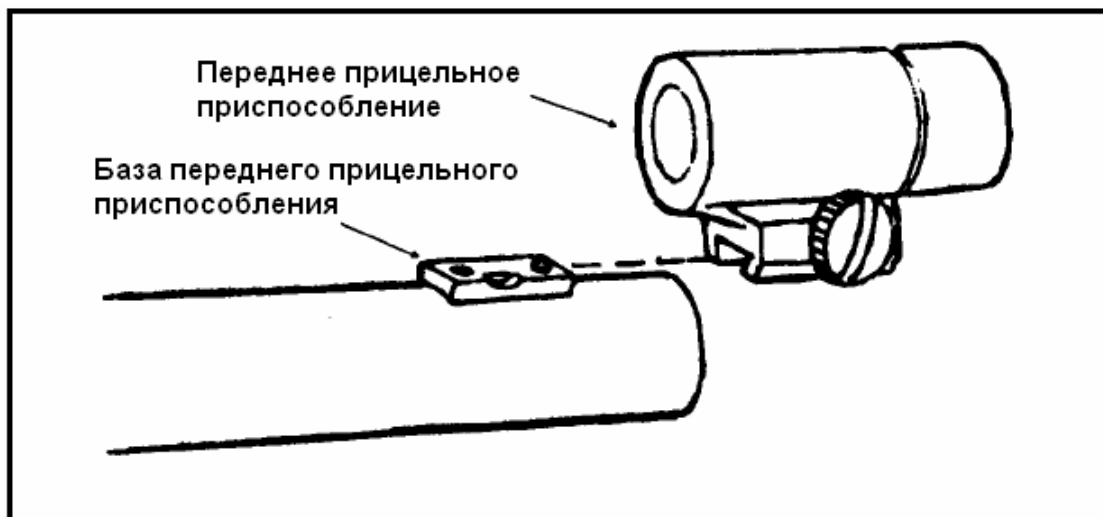

Рис. 2-22. Установка переднего прицельного приспособления.
(1) Чтобы установить переднее прицельное приспособление, необходимо выровнять выступы его крепления с базой, затем задвинуть приспособление на базу и затянуть винт (рис. 2-22).